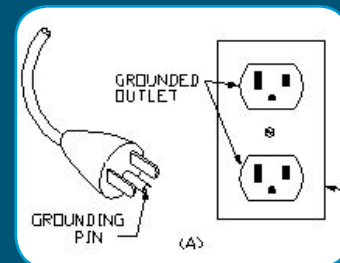
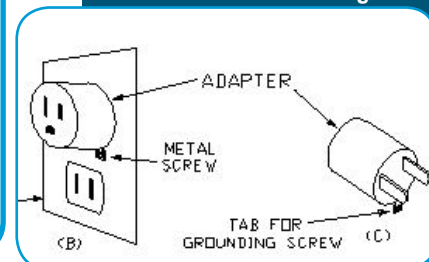

Figure A1
Figure A2
• Ce produit doit être utilisé sur un circuit nominal de 120 V, et est équipé d'une prise mise à la terre comme celle présentée dans la Figure A1. Vous pouvez utiliser un adaptateur temporaire comme l'adaptateur illustré dans Figure A2 pour brancher cette prise à une fiche à deux broches si vous ne disposez pas de prise correctement mise à la terre. L'adaptateur temporaire doit être utilisé uniquement jusqu'à ce qu'une prise correctement mise à la terre (Figure A1) soit installée par un électricien qualifié. La patte ou broche rigide verte sortant de l'adaptateur doit être branchée à une mise à la terre permanente telle que le couvercle du boîtier d'une prise mise à la terre. Lorsque l'adaptateur est utilisé, il doit être maintenu en place à l'aide d'une vis métallique.